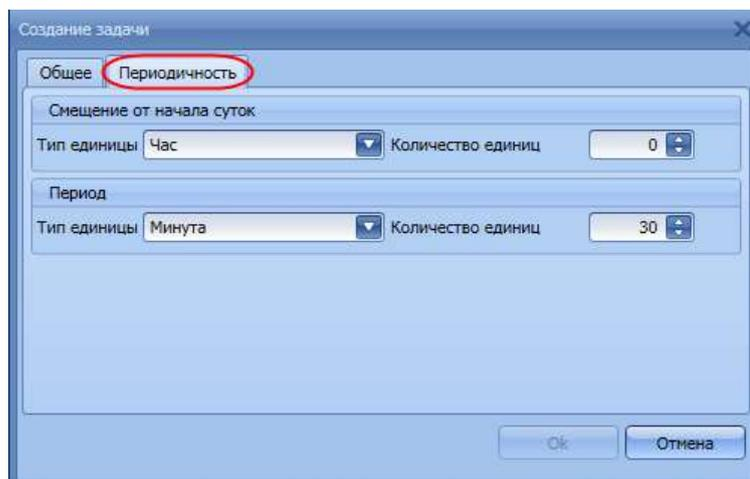

Рис. 5.51 Форма задания периода расчёта
- **Периодически** – расчёт запускается через постоянный промежуток времени, для ввода промежутка времени в окне создания задачи появляется дополнительная закладка **Периодичность**, Рис. 5.51.
В диалоговом окне **Создание задачи** на закладке **Периодичность** настраивается **Смещение от начала суток** – указывается тип единицы измерения и количество данных единиц, и непосредственно **Период**, для которого также указывается тип единиц измерения и их количество, Рис. 5.51.